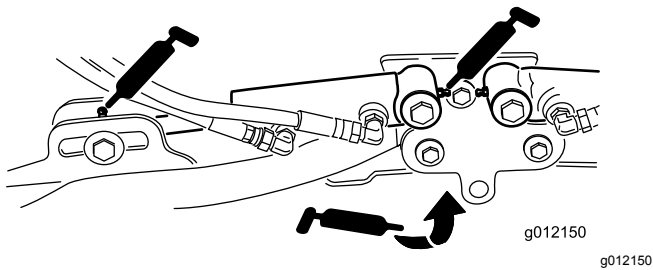

图37
- 滚刀组提升臂枢轴每个滚刀组 2 个 图37
- 提升臂枢轴每个滚刀组 1 个 图37